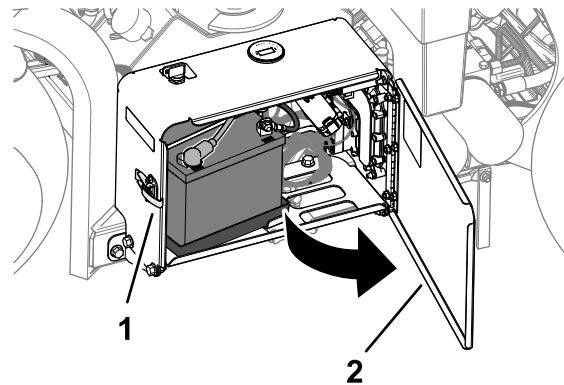

Figura 171
1. Deblocați și deschideți ușa compartimentului bateriei (Figura 171).